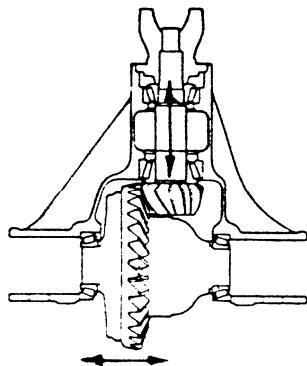

图 4-128 差速器断面图
(3) 如图 4-128 箭头所示为驱动小齿轮 2 个方向，箭头所指向前方向为颤形接头尾经拆卸驱动小齿轮放置垫片，间距为轴中心至驱动小齿轮底部增加时标示+号，预负荷垫片组切勿影响驱动小齿轮深度设置。
(4) 在从动大齿轮侧箭头所示方向为增加或减少背隙与差速器轴承的预负荷。